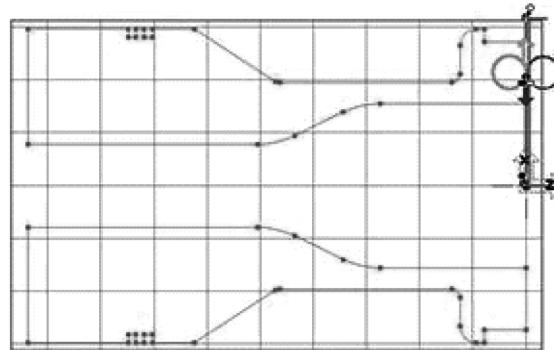

图 6-49 设定加工标记
2) 设定图 6-49 所示的加工标记 (起点、终点及切向位置), 并运算刀具路径轨迹。